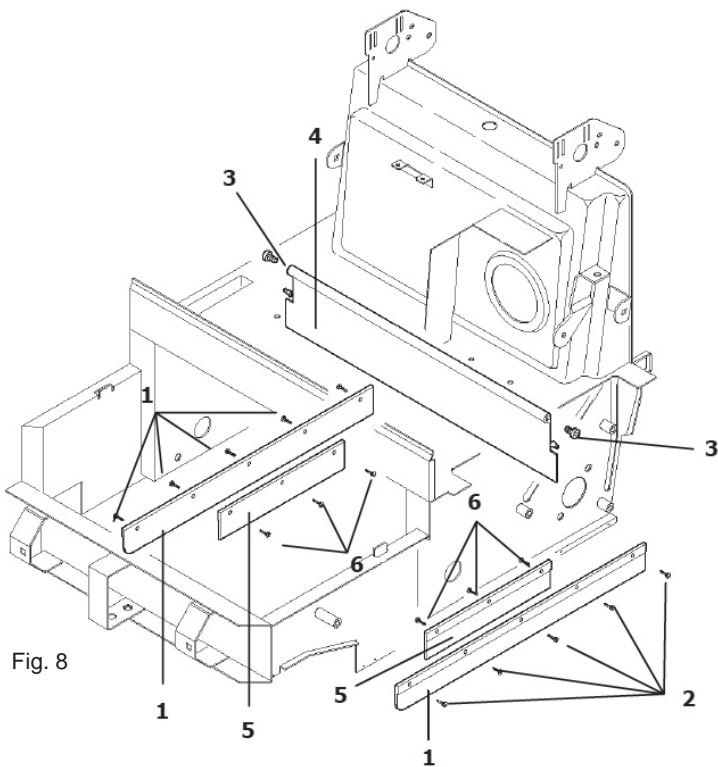

Fig. 8
Om de zijflappen (pos. 1 Fig. 8) te vervangen, moet u de achterwielen verwijderen. Draai de schroeven die de flappen aan het frame bevestigen los (pos. 2 Fig. 8) en vervang de oude flappen door nieuwe.
Voor het vervangen van de binnenste zijflappen (pos. 5 Fig. 8) tilt u de voorkant van de machine op en draait u de schroeven los (pos. 6 Fig. 8) die de flappen aan het frame bevestigen. Vervang de oude flappen door nieuwe.
- Draai de twee bevestigingspennen van de flap (pos. 3 Fig. 8) aan de zijkanten van het frame los.
- Pak de flap beet en trek hem weg (pos. 4 Fig. 8) naar de buitenkant van de machine.